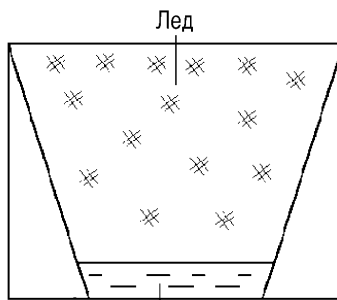

Рис. 2
**Задача 12.** Необходимо создать выталкивающую силу. Форма содержит два отделения, разделенные эластичной перегородкой. Верхнее заполняют обычной водой, а нижнее - подсоленной водой, замерзающей при более низкой температуре, допустим, при  $-4^{\circ}\text{C}$ . Сначала замерзает обычная вода с образованием необходимого кубика льда, при более низкой температуре замерзает подсолненная вода. При замерзании объем льда увеличивается на 9%, развивая при этом огромное усилие и выталкивая кубик пресного льда (рис.2).